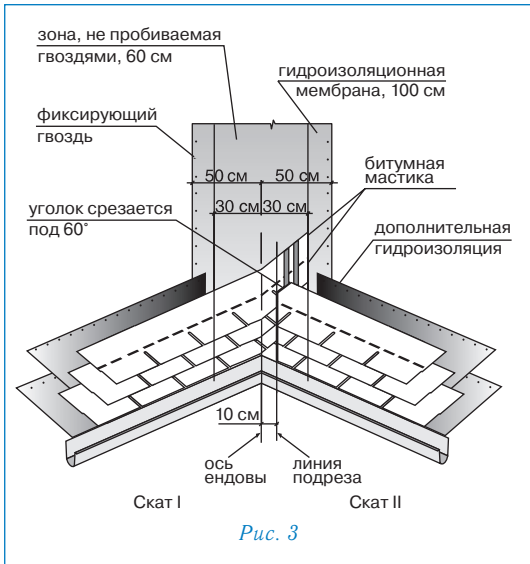

Рис. 3
### Ендова (рис. 3)
- лист, подходящий к ендове со ската II, должен доходить до линии подрезки и обрезаться по ней. Верхний уголок обрезанного края листа подрезается под углом 60° (5×3 см — рис. 3);